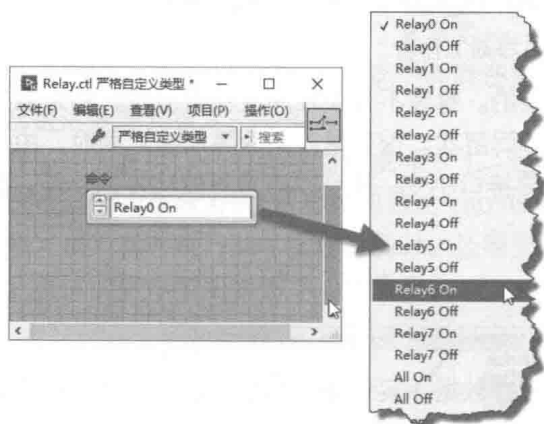

图 10-15 定义严格枚举型数字量输出命令
step 1 创建一个自定义枚举数据类型，描述数字量输出端口的 8 个位的不同动作，如图 10-15 所示。